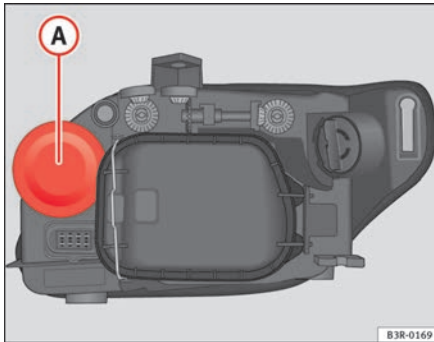

Abb. 203 Glühlampe für Blinker
- Nehmen Sie die Gummikappe ⇒ Abb. 203 durch Ziehen ab.